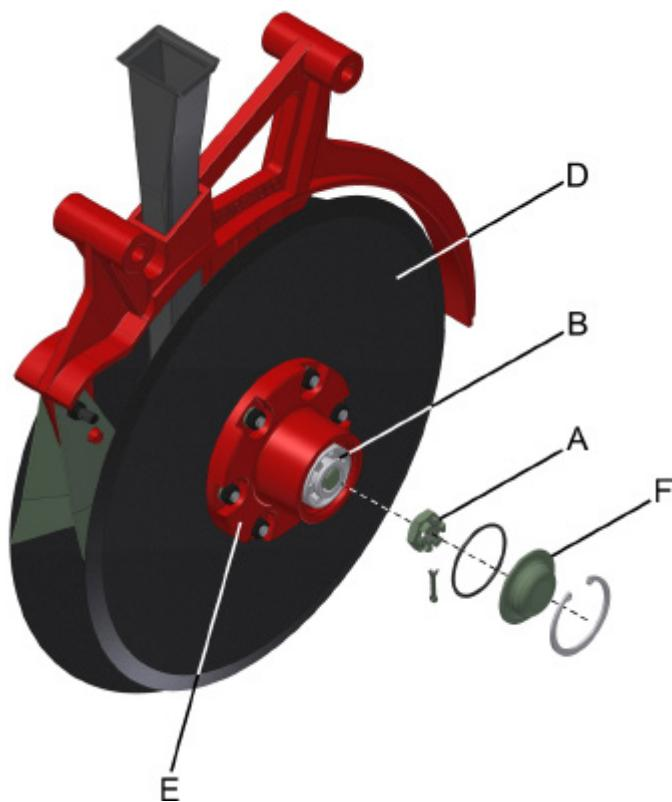

fig. 29
A cada revisão ou uma safra, realize a manutenção dos discos duplos (D) (fig. 29), mancais e rolamentos procedendo da seguinte forma;
- Retire a calota externa (F), soltando a porca castelo (A);
- Lave o cubo (E) e retire a graxa velha;
- Verifique se há folgas nos rolamentos (B), se houver ajuste-os;